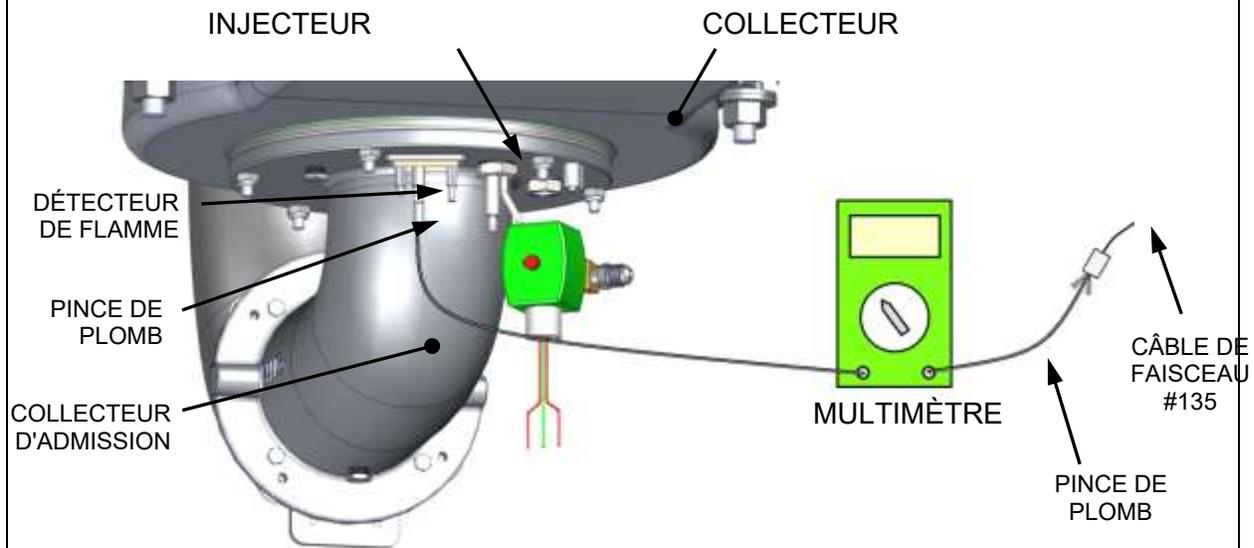

Figure 4.2.4 : Réglage de la Flame Strength à l'aide d'un multimètre – Vue arrière
Pendant l'étalonnage de la combustion, l'intensité de la flamme générée par le détecteur de flamme est mesurée à l'aide d'un multimètre réglé sur l'échelle μA . Le détecteur de flamme est monté sur la bride du collecteur d'admission comme le montre la figure 4.2.4.
1. Voir la figure 4.2.4 et retirer le panneau latéral droit de l'appareil pour accéder au détecteur de flamme.
2. Débrancher le fil du détecteur de flamme #135 du détecteur et brancher le multimètre en série avec le fil à l'aide de pinces crocodiles comme indiqué à la figure 4.2.4.